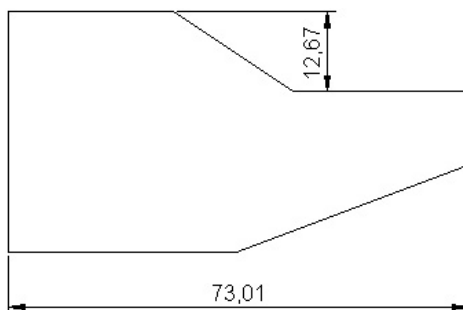

Рис. 5.6. Вертикальный размер, созданный с помощью выбора объекта
10. Разместите размерную линию так, как показано на рис. 5.6. После этого AutoCAD завершит выполнение команды РЗМЛИНЕЙНЫЙ.